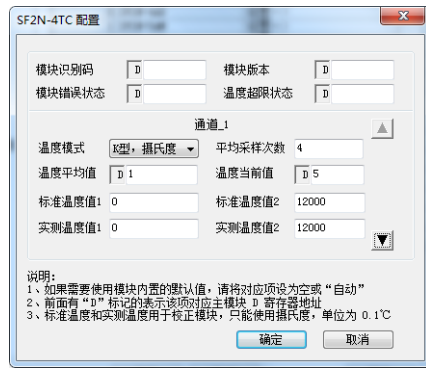
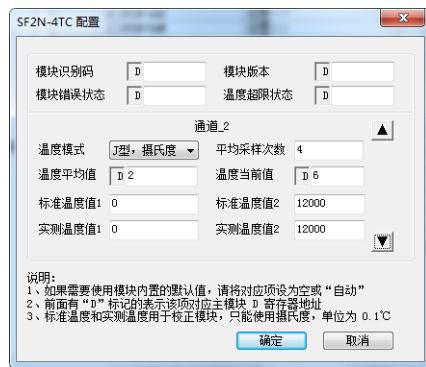
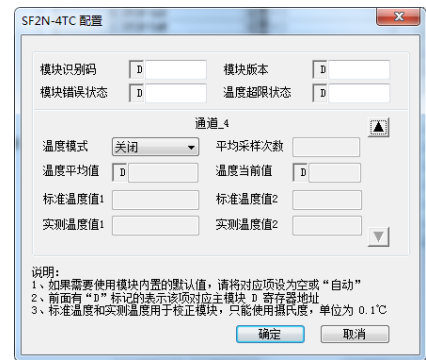

图 4-1 模块第 1 通道设置界面
图 4-2 模块第 2 通道设置界面
图 4-4 模块第 4 通道设置界面
9. BFM#4094：模块软件版本信息单元。自动显示在后台软件中的 SF2N-4TC 配置界面上的**模块版本**栏，见图 4-1。
输出第 1 通道设置界面如图 4-1，设置完成后，点向下的黑色按钮，继续设置输出第 2 通道、3 和 4，设置界面分别如图 4-2~图 4-4。进一步详细说明参见《SF2N 系列可编程控制器编程参考手册》。